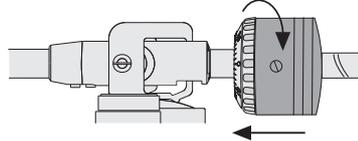

Abb. 5 Gegengewicht montieren
2. Nehmen Sie das Gegengewicht aus einem der beiden seitlichen Styropor-Verpackungsteile heraus und stecken Sie es auf das hintere Ende des Tonarmes, bis es einrastet. Anschließend wird mit dem Gegengewicht das Auflagegewicht genau eingestellt, mit dem die Abtastnadel auf der Schallplatte aufliegt (Abb. 5).